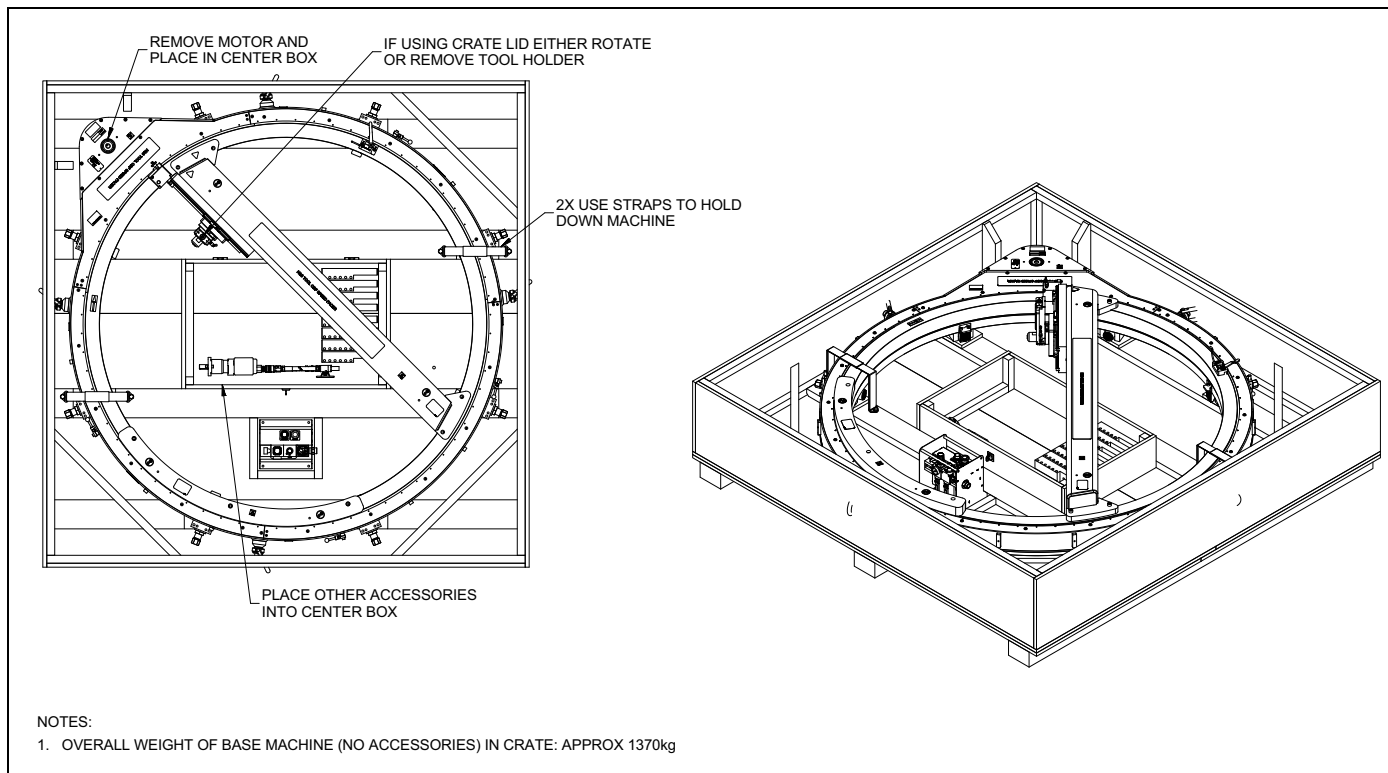

РИСУНОК 6-1. ODF70 CRATE
7. Храните ODF70 Speed Facer в оригинальном транспортировочном ящике (см. рис. 6-1).
Машину ODF70 Speed Facer можно перевозить в оригинальном транспортировочном контейнере, как показано на рис. 6-1.